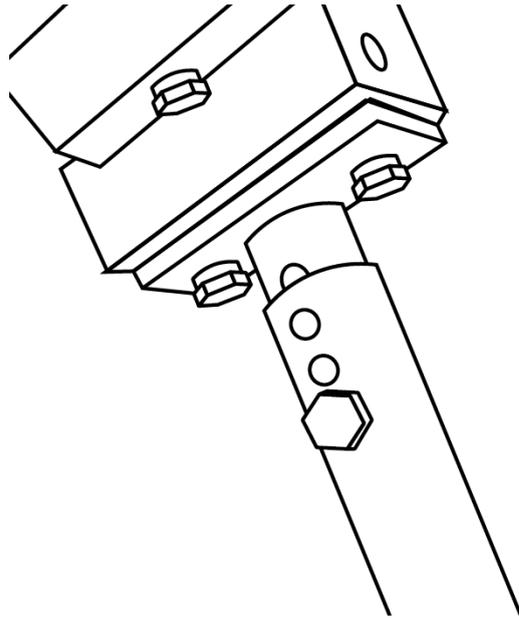

рис. 11
Установить снегоуборщик кронштейном (1) на штырь (2) мотоблока до совмещения отверстий кронштейна и штыря (рис. 11).
- состояние (износ) стопора кронштейна сцепки (рис. 11).